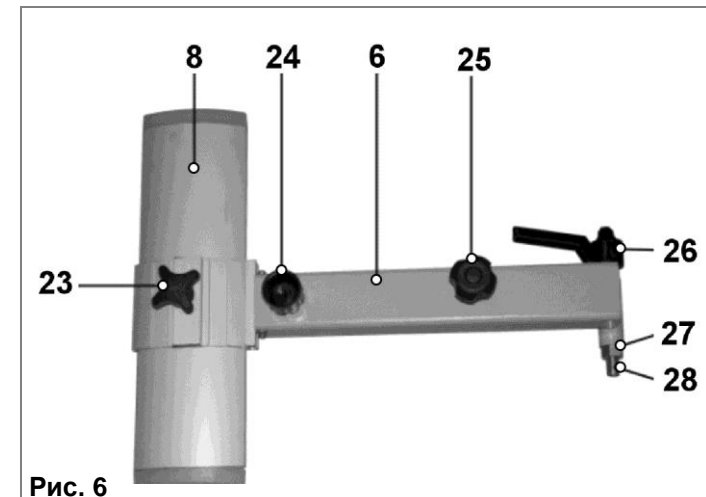

Рис. 6
часовой стрелки ручку фиксации защитной планки стругального вала (23) и, как показано на Рис.6, вставьте защитную планку (8), ручкой фиксации защитной планки стругального вала (23), зафиксируйте положение защитной планки (8).
9.1.2. Вращая по часовой стрелке ручку крепления кронштейна защитной планки стругального вала (26), установите кронштейн защитной планки стругального вала (6) в резьбовое соединение приёмного стола (15). Положение кронштейна защитной планки стругального вала (6) зафиксируйте контргайкой (27) при условии свободного перемещения (без люфта) кронштейна защитной планки стругального вала (6) на установочной шпильке (28).